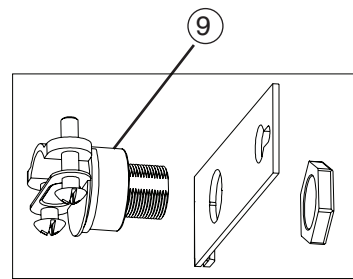

Figure 3
4. Using romex strain relief bushing, leave screws loose to accommodate installation of romex. Insert thread portion of connector into Access plate hole and secure with Hex nut unit tight. Note: Position connector with screw heads on connector facing downward when installed on fixture. See Fig 3.
4. Utilice el buje sujetacables y deje los tornillos sueltos a fin de adecuar la instalación del cable de alimentación. Introduzca la parte roscada del conector en el orificio de la placa de acceso y sujete bien a la unidad con la tuerca hexagonal. Nota: Coloque el conector con las cabezas de los tornillos hacia abajo al instalarlo en el accesorio. Ver Fig 3.